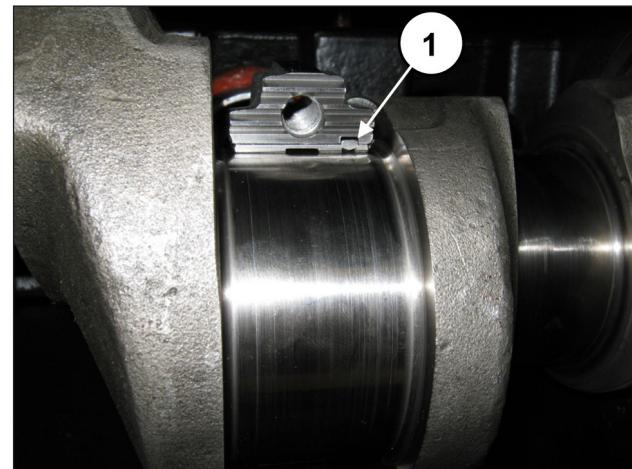

Fig. 66
**Para montar correctamente los cojinetes, la lengüeta de referencia de los semicojinetes debe encajar en el alojamiento de la semibielas (pos. ①, Fig. 66).**